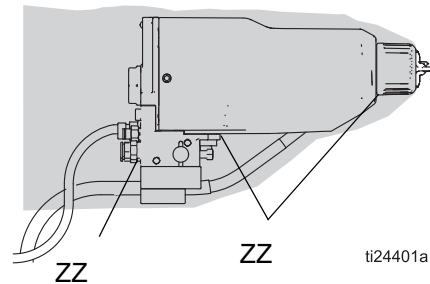

FIG. 19. Sprawdzanie pod kątem wycieku
Podczas pracy należy okresowo sprawdzać wszystkie otwory osłony pistoletu (ZZ) pod kątem występowania płynu. Patrz FIGURE 19. Płyn w takich obszarach wskazuje na wyciek płynu do osłony, co może być spowodowane nieszczelnymi połączeniami rury płynu lub nieszczelną uszczelką płynu.